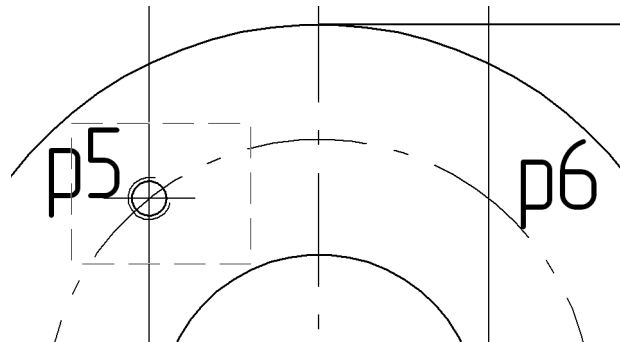

Рис. 51.19.
12.1. Измените масштаб отображения чертежа таким образом, чтобы одновременно были видны точки p5 и p6 (рис. 51.19).
12.3. Выделите построенное резьбовое отверстие вместе с осевыми линиями окружности. На рис. 51.19 рамка выбора показана штриховой линией.